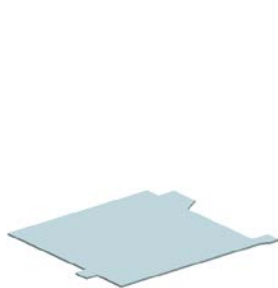

图 8.4.2 平板特征 1
Step2. 创建图 8.4.2 所示的平板特征 1。
(1) 选择命令。单击“主页”功能选项卡“钣金”工具栏中的“平板”按钮 。
(2) 定义特征的截面草图。
① 选取草图平面。在系统 单击平的面或参考平面。的提示下, 选取俯视图 (XY) 平面作为草图平面。